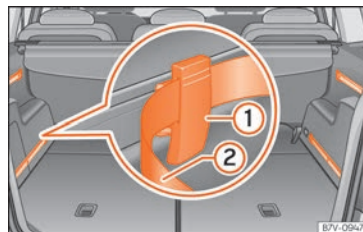

Abb. 146 Im Gepäckraum: Schienensystem mit verschiebbaren Fixierelementen ① und verstellbarem Spanngurt ②.
- Fixierelement mit den Rillen nach oben »» Abb. 146 ① von oben in die Schiene einsetzen und unten andrücken. »